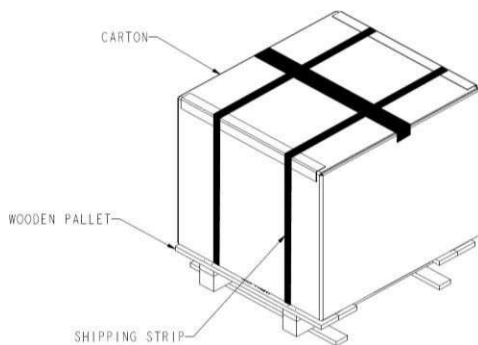

Fig. 1
- Tagliare la striscia di spedizione e rimuovere il cartone (vedere Fig. 1)